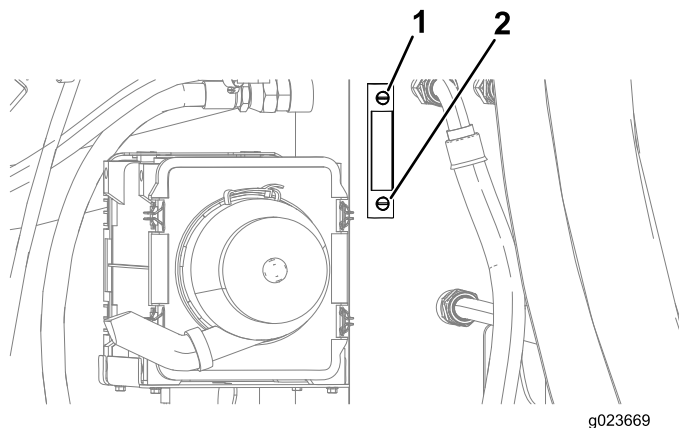

Рисунок 149
3. Посмотрите на визуальный указатель в баке гидравлической жидкости и проверьте ее уровень (Рисунок 149).